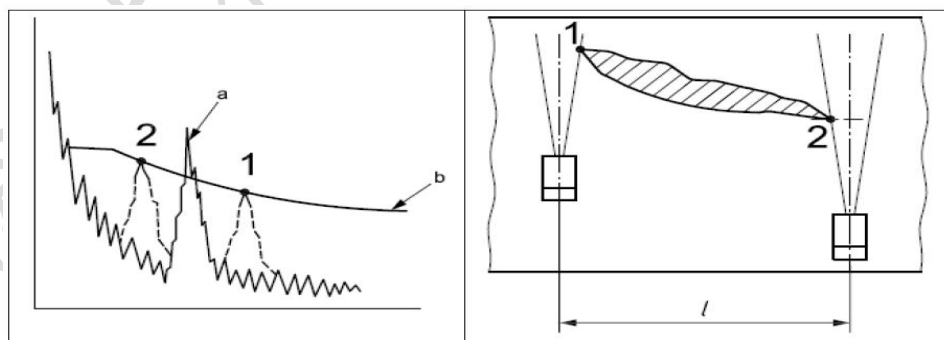

图5 指示长度
11.2 【26】 指示出最大的回波振幅（图 5-a）；
11.3 向侧面移动探头直到回波振幅在评估水平之下（图 5-b2），在物品上面标记位置；
11.4 向相反的位置移动探头直到回波振幅在评估水平之下（图 5-b1），在物品上面标